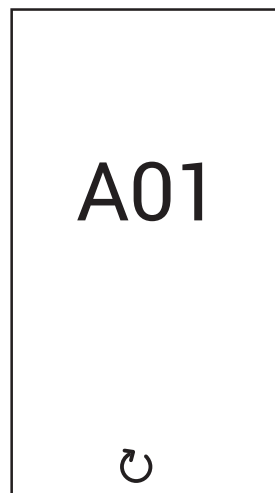

рис. 5
**Неисправность типа А (рис. 5):** Для разблокировки котла при наличии данного вида неисправности необходимо держать нажатой кнопку , пока не появится надпись "Confirm?". Затем подтвердите с помощью кнопки .